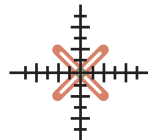

Abb. 32
Die Messbereitschaft wird durch die blinkende Peilhilfe (X) in der Mitte der Strichplatte angezeigt, siehe Abb. 32.